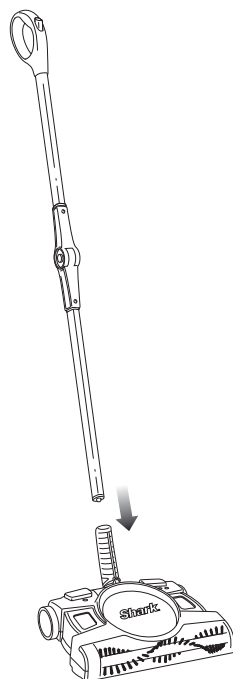

Fig. 2
- 2** Inserte el mango plegable Backsaver^{MR} de Shark[®] que acaba de armar en la base. Escuchará que se traba en su lugar. (fig. 2)